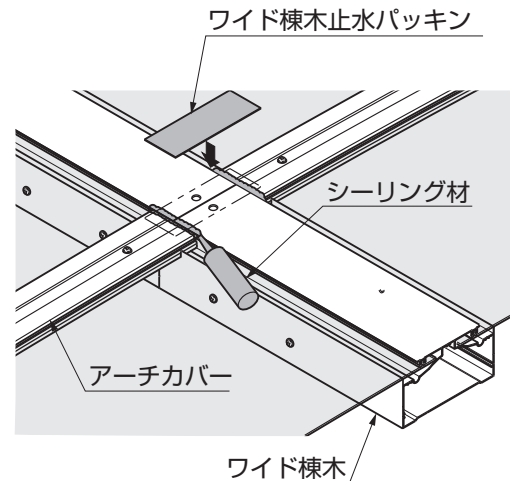

図2-11
- ① 連棟部分にシーリング材を充てんし、連棟スリーブ、ワイド棟木、母屋・後枠をそれぞれ【11-1】で取付けてください。
- ② ワイド棟木の接続部分にワイド棟木止水パッキンを貼付けてください。(図2-11参照)
- ③ アーチカバーとワイド棟木の間に、シーリング材を充てんしてください。